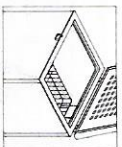

Fig. 3
- Si hay residuos de agua o alimentos, seque todos los accesorios y limpie el aparato usando un paño suave, humedecido con agua al clima y una pequeña cantidad de detergente líquido neutro (o con bicarbonato disuelto en agua 1 cucharadita por litro de agua). Enjuague perfectamente y seque. Ver Fig. 3